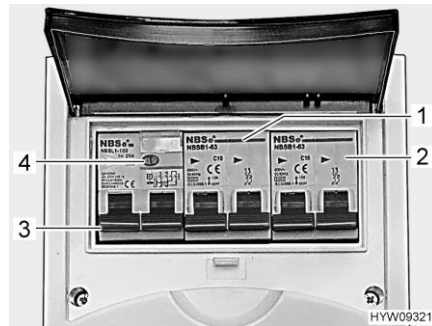

Bild 160 Leitungsschutzschalter und FI-Schalter (230-V-Sicherungskasten)
Ein Fehlerstrom-Schutzschalter (FI-Schalter) (Bild 160,3) im Sicherungskasten sichert das gesamte Fahrzeug gegen Fehlerstrom (30 mA) ab.
Der nachgeschaltete Leitungsschutzschalter (10 A) (Bild 160,1) sichert die 230-V-Steckdosen, den Elektroblok, das Zusatz-Ladegerät und den Kühlschrank ab.
Bei Fahrzeugen mit Sonderausstattung, z. B. Dachklimaanlage, sichert ein zusätzlicher Leitungsschutzschalter (16 A) (Bild 160,2) das Gerät ab.
- Wenn das Fahrzeug an die 230-V-Versorgung angeschlossen ist, die Prüftaste (Bild 160,4) drücken. Der Fehlerstromschutzschalter (FI) muss auslösen.